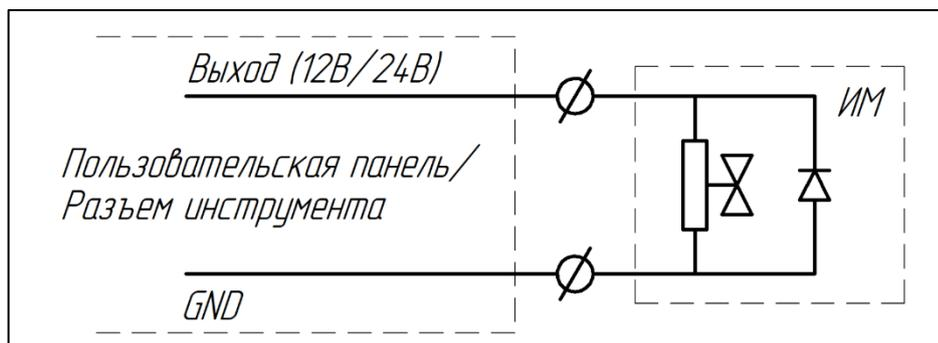

Рисунок I-26 – Схема подключения исполнительного механизма с пневмоинтерфейсом
- Подключение исполнительного механизма с пневмоинтерфейсом (см. Рисунок I-26)